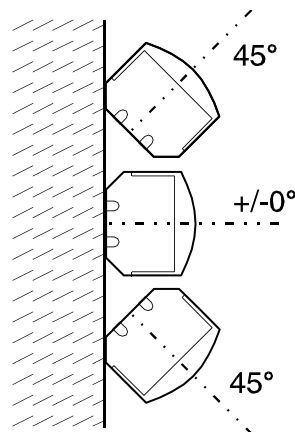

Abbildung 3.3
5.4.4 Wandmontage, 45° horizontal nach links oder rechts (Abb. 3.3)